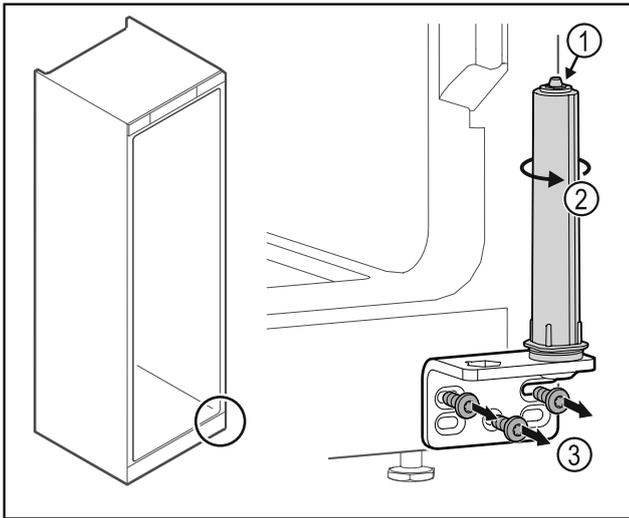

Fig. 32
- Nerozoberajte systém zatvárania dverí Fig. 32 (1).
- ▶ Otáčajte systém zatvárania Fig. 32 (2), kým nezacvakne.
- ▶ Odskrutkujte uholník závesu Fig. 32 (3).